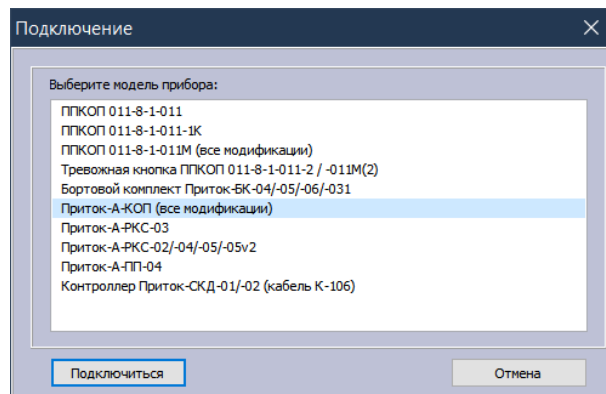

Рисунок 8
1) Подключите КОП к компьютеру с помощью стандартного кабеля mini-USB и запустите программу «Конфигуратор параметров Uniproг». В левом верхнем углу окна программы нажмите кнопку «Считать из прибора». В появившемся окне **«Подключение»** выберите из списка «Приток-А-КОП (все модификации)» и нажмите кнопку **«Подключиться»** (см. рисунок 8). Дождитесь завершения чтения параметров от КОП.